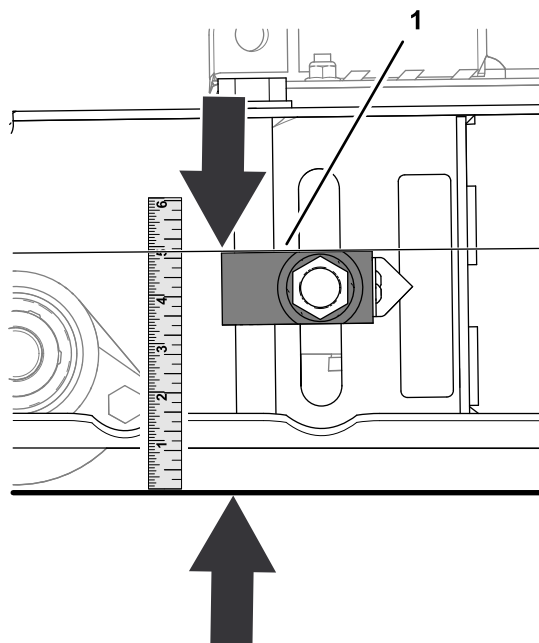

Figura 75
2. Misurate la distanza tra la parte superiore del blocco regolatore e il terreno (Figura 75).